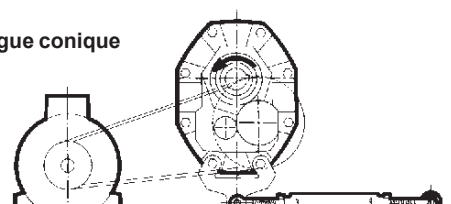

fig. 5b
- zone B pour rotation de sens anti-horaire (fig. 5b).